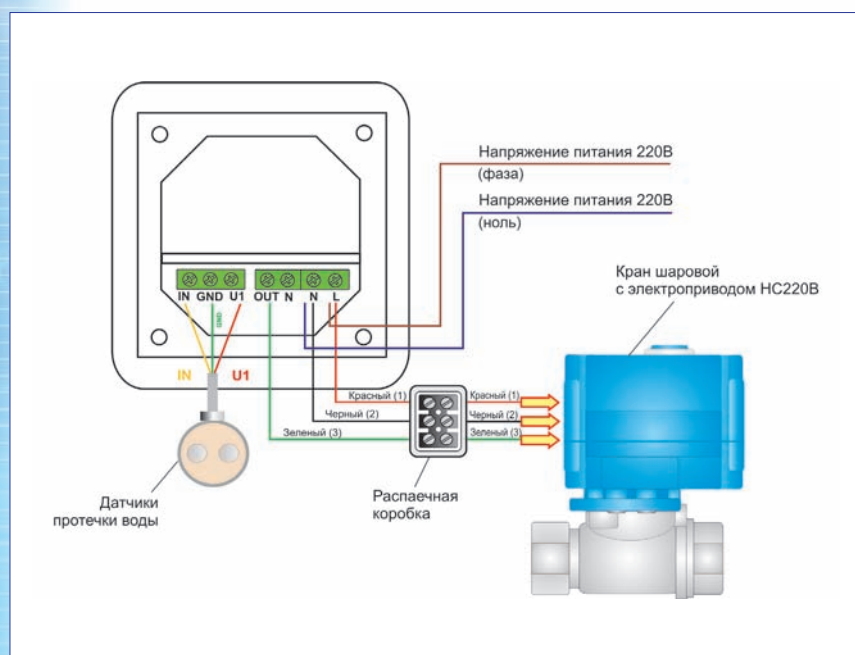

Рис. 13 Схема подключения к контроллеру СКПВ220В-мини датчика контроля протечки воды SW003 и шарового крана
К контроллеру подвести фазу и ноль согласно схеме подключения (рис. 13).
- выполните соединение проводов в соответствии со схемой (рис. 13)